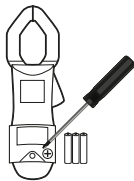

imagen 11
B. Sustitución de la Batería (ver imagen 11)